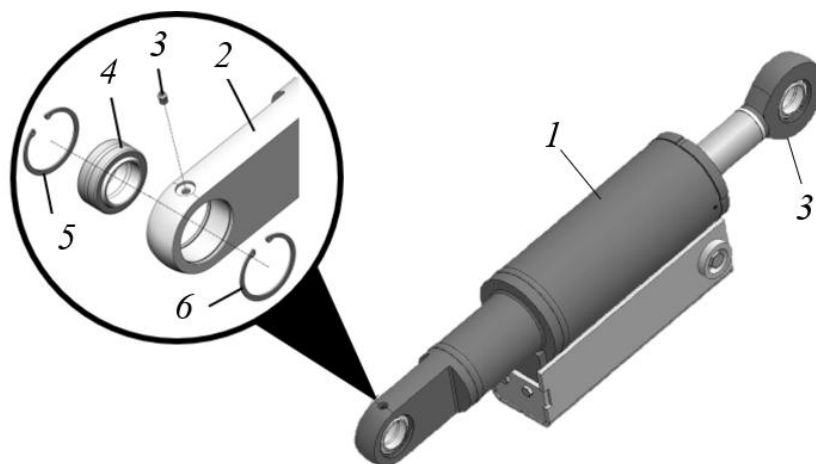

Рисунок 3.118. Гидроцилиндр перекоса отвала
- Установить стопорное кольцо 6 в канавку проушины 2, рис. 3.118;
- Установить подшипник 4 в проушину 2 и зафиксировать вторым стопорным кольцом 5, см. рис. 3.118;
- Используя грузоподъемное оборудование совместить нижнее отверстие гидроцилиндра перекоса 2, рис. 3.118, с отверстиями кронштейна на брус 4;
- ▶ Аналогичным образом закрепить проушину штока гидроцилиндра 2 на кронштейне отвала 3, рис. 3.118.
- ▶ Через пресс-масленки 3 (рис. 3.118) прошприцевать соединение до визуального выхода смазки наружу. Вышедшую смазку наружу убрать.